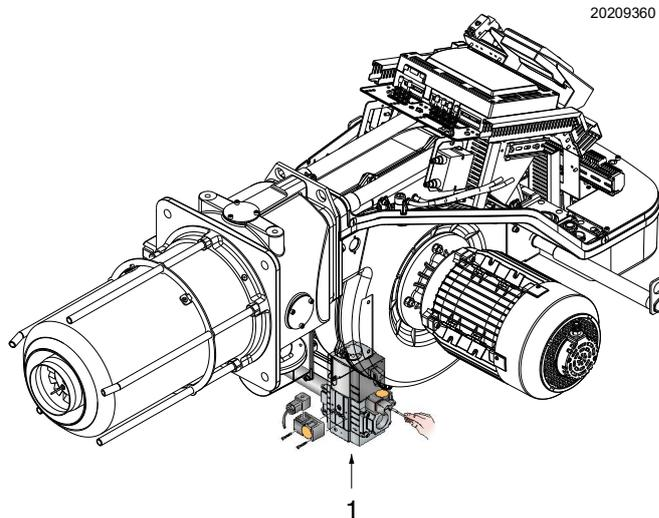

Fig. 31
- Controllare la pressione di alimentazione del gas collegando un manometro sulla presa di pressione 1)(Fig. 31) del pressostato gas di minima: deve essere inferiore alla pressione massima consentita della rampa gas, riportata nella targhetta delle caratteristiche.
- Sfiatare l'aria dalla tubazione della rampa gas, collegando un tubo in plastica sulla presa di pressione 1)(Fig. 31) del pressostato gas di minima. Portare all'esterno dell'edificio il tubo di sfiato, fino ad avvertire l'odore del gas.
A titolo orientativo può essere ricavata dalle Fig. 25, Fig. 26, Fig. 27 e Fig. 28 a pag. 29, basta leggere la pressione del gas sul manometro a U (illustrato in Fig. 31 a pag. 32) e seguire le indicazioni.